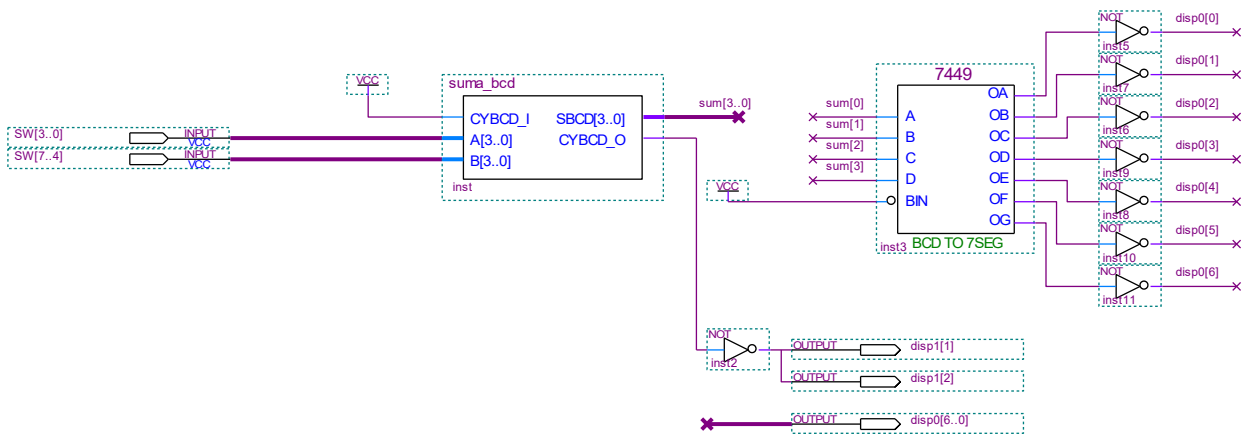

Figura 4. Prueba de SUMA_BCD tomando $B_3 = 0$ y $C_{yi} = 1$
A partir de los diseño **SUMA_4** y **MAYOR_QUE_9** obtendremos un sumador BCD de 1 dígito con acarreo de entrada y salida (ver figura 4).
- Para probar el funcionamiento de **SUMA_BCD** en la placa DE0, generar un proyecto en el **Quartus II** según el diagrama de la figura 4, donde C_{ybcd_i} tiene el valor fijo 1.